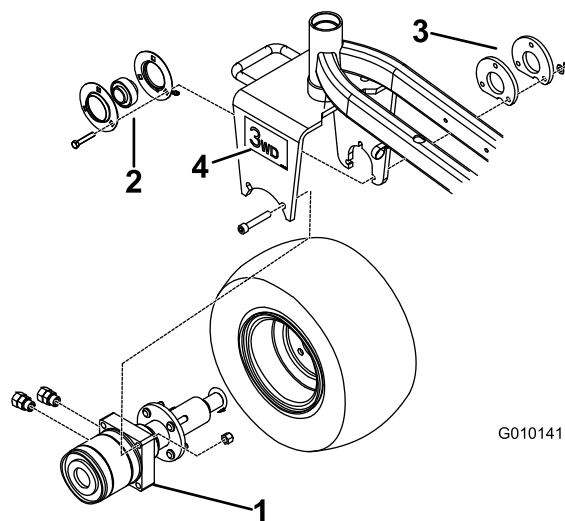

Figura 2
1. Rimuovete il raccordo di ingrassaggio dal gruppo motorino e mozzo nuovo (Figura 2).
4. Inserite le flangette e il cuscinetto sull'estremità dell'albero del motorino come illustrato nella Figura 2.
3. Supporto distanziale (2)
4. Adesivo (2)
5. Montate i 2 raccordi diritti sul lato del gruppo motorino (Figura 2).
**Nota:** Accertatevi che i fori di collegamento sul motorino siano rivolti indietro (Figura 2).
7. Fissate il motorino, senza serrarlo, all'interno della forcella della ruota orientabile con 2 viti a esagono incassato e 2 dadi (Figura 2).
**Nota:** Il raccordo di ingrassaggio deve trovarsi in posizione bassa sulla flangetta (Figura 2).
15. Applicate un adesivo su ciascun lato della forcella della ruota orientabile (Figura 2).